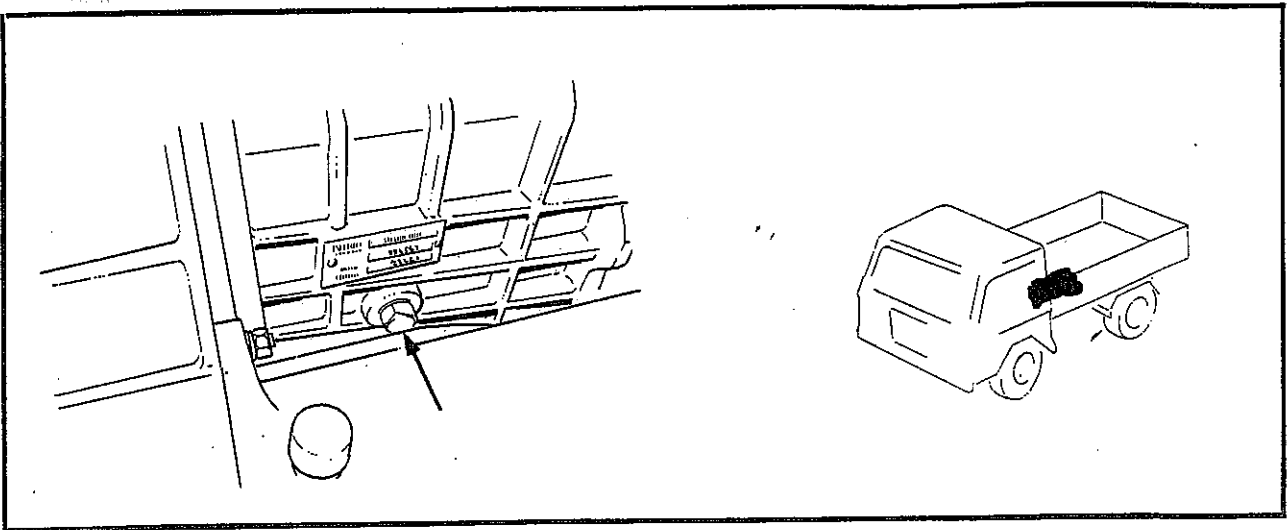

Fig. 2-7 Controllo livello olio cambio
2.8. CAMBIO MECCANICO (fig. 2-7)
2.8. TRANSMISSION MECANIQUE (fig. 2-7)